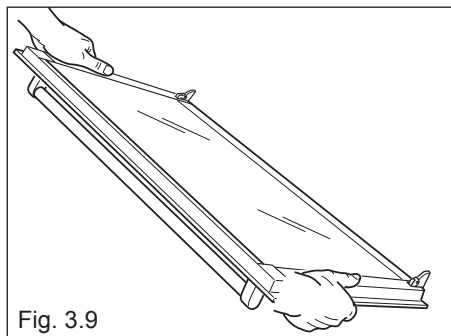

Fig. 3.9
1. Hold the door firmly (fig. 3.9).